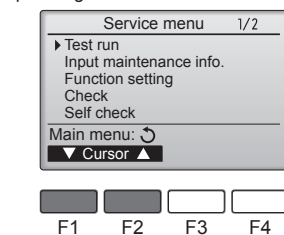

Fig. 8-1
- 1 W menu serwisu wybrać pozycję "Test run" (Ruch próbny), a następnie nacisnąć przycisk [WYBIERZ]. (Fig. 8-1)